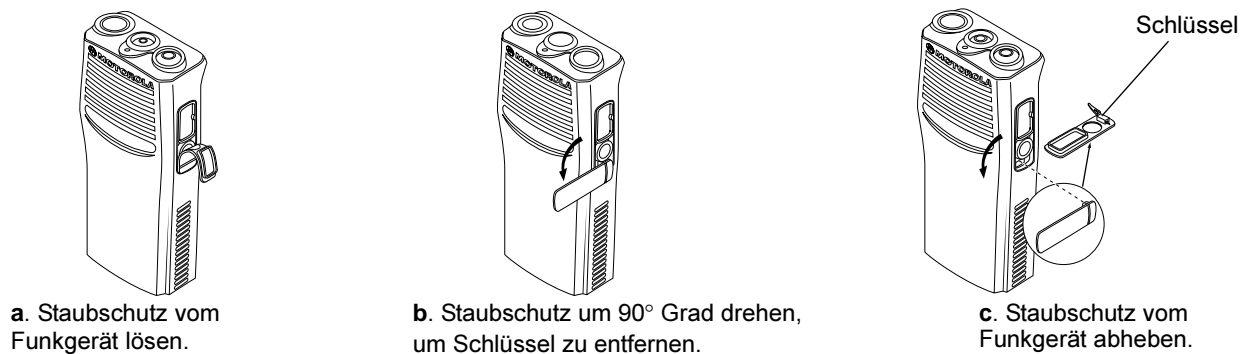

Abb. 2-4 Entfernen des Staubschutzes
- Lösen Sie den Staubschutz vorsichtig vom Funkgerät ab (Abb. 2-4).